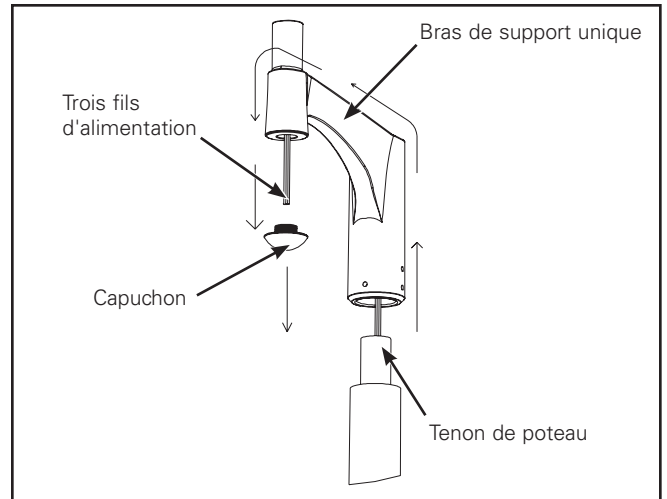

Figure 5.
- Desserrez et retirez le capuchon du trou du bas du bras unique. (Figure 5.)
- Insérez les fils d'alimentation à partir du pôle en les faisant passer à travers le trou du bas du bras unique et tirez-les vers le bas à travers le trou du capuchon. (Figure 5.)